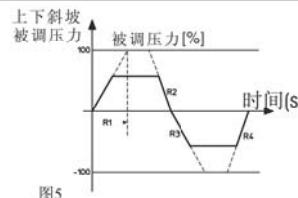

图5
- \* 斜坡，对应阀的调整量从0变化到100%的时间（图5）